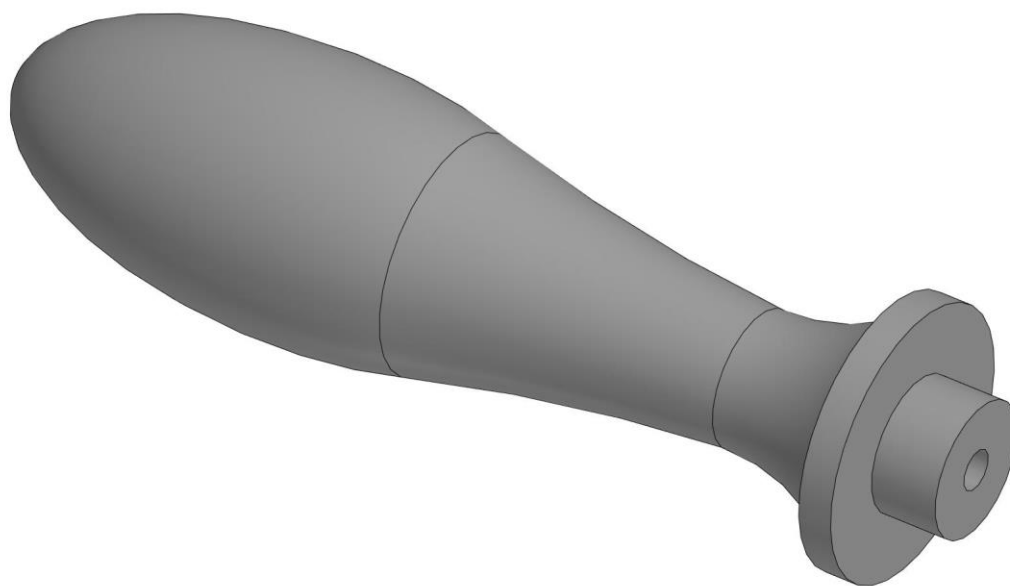

Рис. 1. Ручка
1. По указанным данным, изготовьте ручку (Рис. 1 и чертеж).